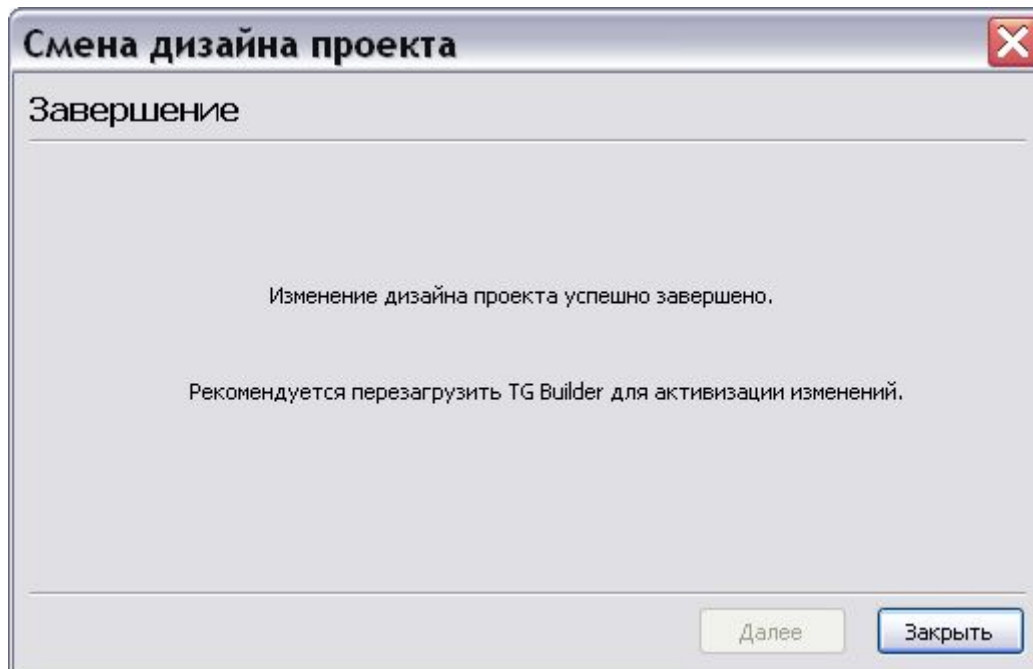

Рис. 2.40
9. Нажатие на кнопку **Далее** запустит процесс смены дизайна, после его завершения откроется окно **Смена дизайна проекта/Завершение** (Рис. 2.40).